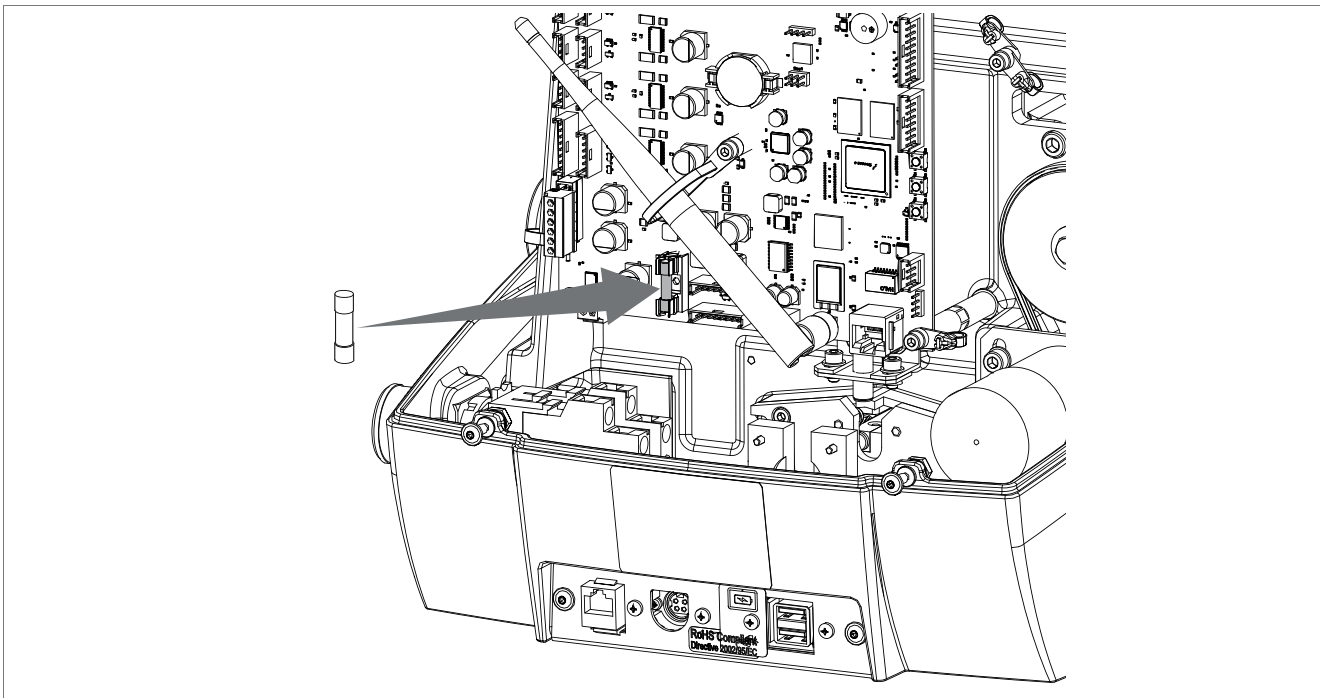

Fig. 69
- 3) Verwijder de zekering uit zijn zitting (Fig. 69) en vervang hem indien nodig.